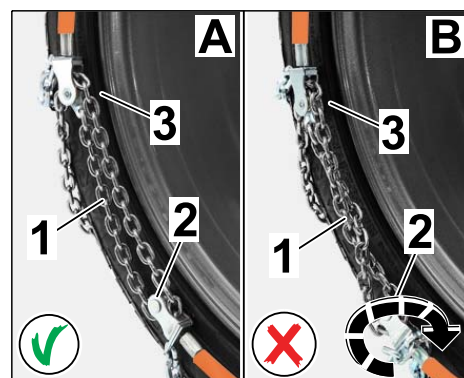

Figura 8
2.2.2 Comprobar si la cadena tensora discurre en paralelo con el punto de tensión y el rodillo de reenvío (extremo del arco de acero flexible en el lado interior de la rueda) (⇒ *Figura 8 -A-*) y que **NO** está torcida (⇒ *Figura 8 -B-*).
Si fuera necesario, girar el rodillo de reenvío del arco de acero flexible (⇒ *Figura 8-Flecha*).